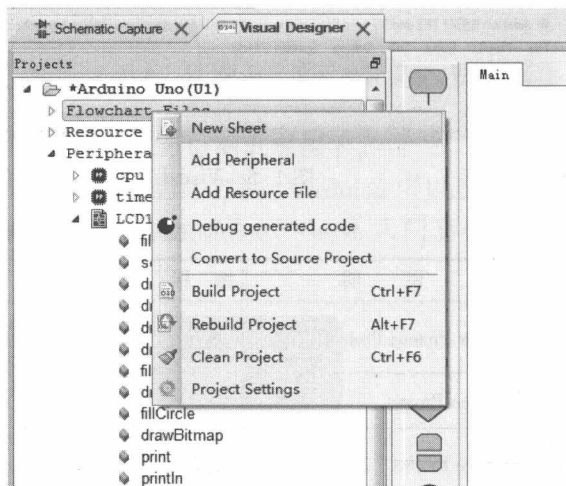

图 1-8 添加新图纸
(1) 图纸的控制。当开始设计一个新的工程时，会在设计窗口默认得到一张图纸，名称为 Main。如果程序描述起来较为复杂，则可以添加更多的图纸，如图 1-8 所示。